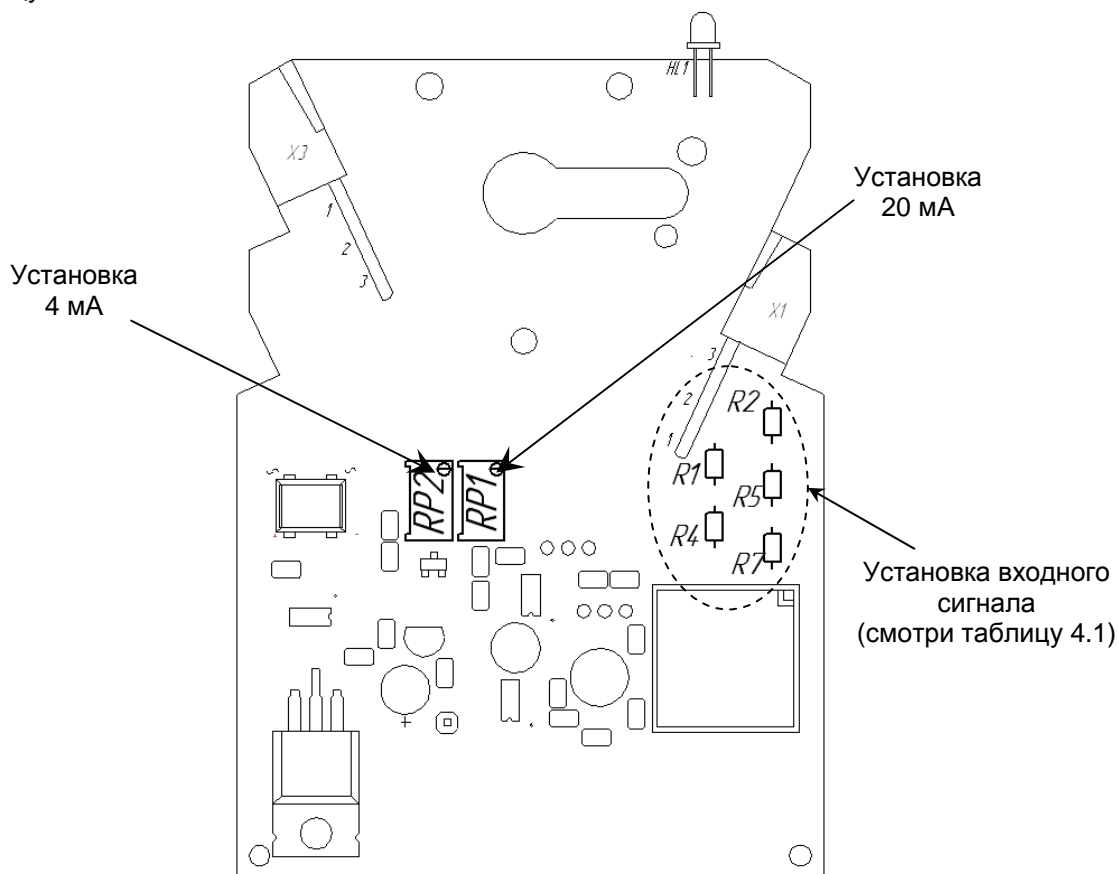

Рисунок 4.2 - Схема расположения органов регулирования и элементов настройки ПНС-420
4.2.4 Для изменения настройки ПНС-420 на другой входной сигнал используйте рисунок 4.2 и таблицу 4.1